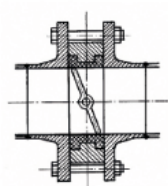

Abb. 2
2. Absperrklappe mit 4 Flanschverschraubungen leicht anziehen und ausrichten. Die Rohrleitungsflansche mit elektrischer Punktschweißung an die Rohrleitung anheften (s. Abb. 2).